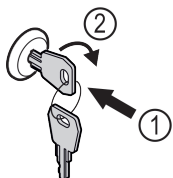

Fig. 127 Simbolična slika
- ▶ Vstavite ključ Fig. 127 (1).
- ▶ Ključ obrnite v smeri urnih kazalcev za 90° Fig. 127 (2).